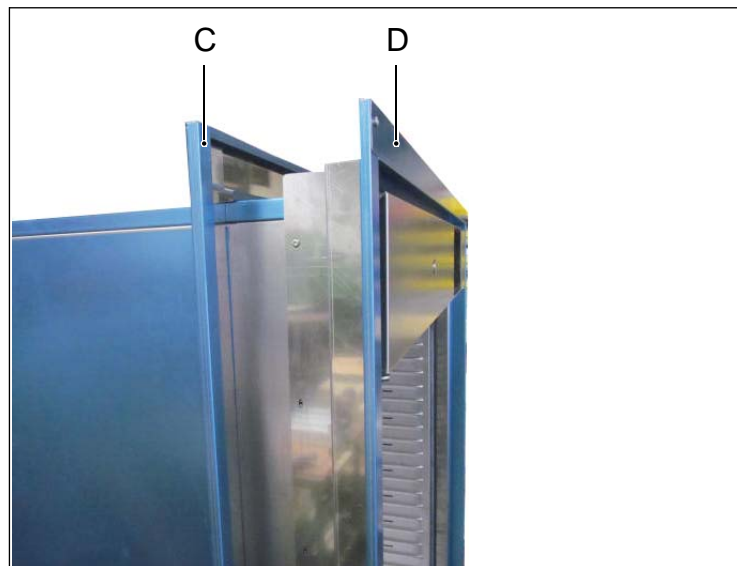

Abb. 3 Vormontierte Zargen
Abb. 3 zeigt die Wandzargen in vormontiertem Zustand. Die mit dem Blendenkasten bündige Zarge ist die Reinraumzarge (D), die schmale Zarge die Grauraumzarge (C).